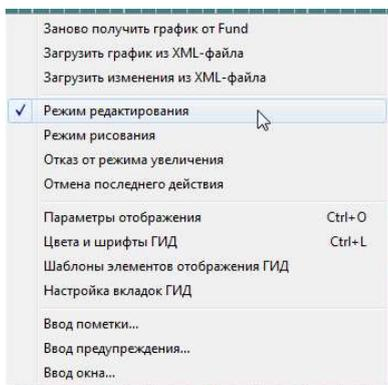

Рис.96. Включение режима редактирования через меню.
1. Перейти в режим корректировки времени события, нажав кнопку  на панели инструментов или выбрав пункт всплывающего меню «Режим редактирования», указатель «мыши» примет вид . Рядом с пунктом меню появится символ «галочка»  (см. рис. 96).